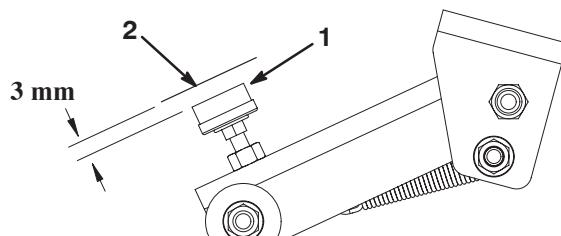

Figure 78
4. Le patin en caoutchouc de la vis de réglage (Fig. 78) et le verrou de plateau doivent être espacés de 3 mm. Si un réglage est nécessaire, desserrez l'écrou de la vis de réglage, tournez la vis jusqu'à obtention du jeu voulu et resserez l'écrou.